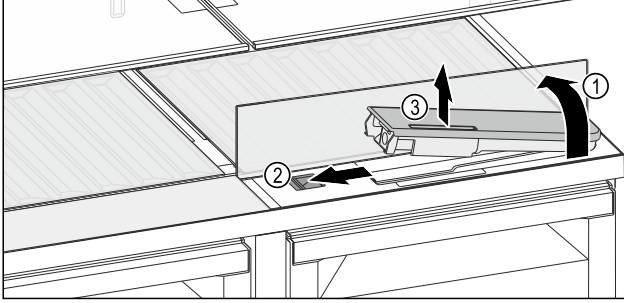

Fig. 133
- Cam plakayı kaldırın ve dayanağa kadar arkaya kaldırın Fig. 133 (1).
- Kaydırıcıyı Fig. 133 (2) sola itin.
- Su deposunu çıkarın Fig. 133 (3).